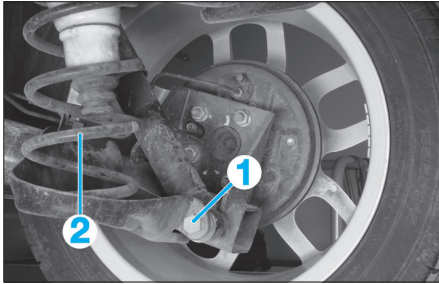

Fig. 31
- A l'aide d'un vérin en appui sur la base de l'amortisseur, déposer la vis (1) (Fig.31).